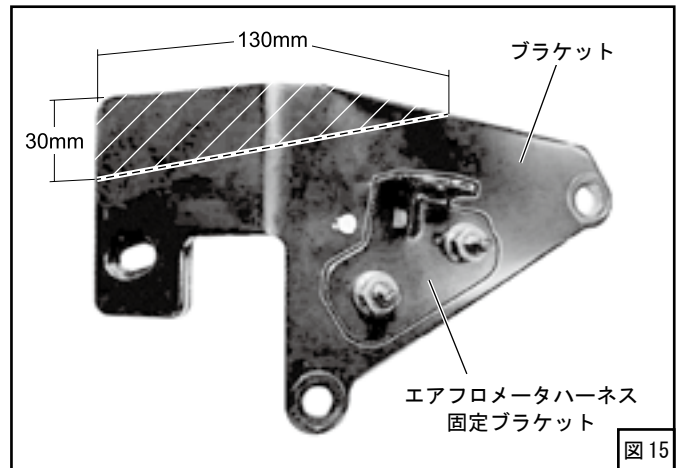

図15
(15) 取外したブラケットを切断加工してください。(図15)
(16) エアフロメータハーネス固定ブラケットをいったん取外し、上下反転して取付けてください。(図15、図16)